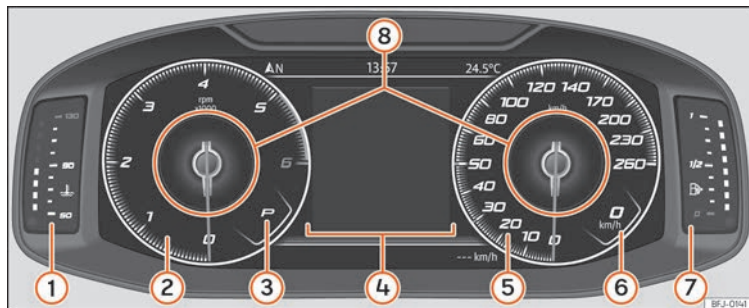

Fig. 124 SEAT Digital Cockpit nella plancia (visualizzazione classica).
Nella *Visualizzazione classica* e in *Semicircular watches* si ha la possibilità di personalizzare le informazioni che appaiono in **Profili di informazione** » fig. 124 ⑧.
Le lancette del numero di giri e del tachimetro compaiono a lunghezza intera »» **fig. 124**.